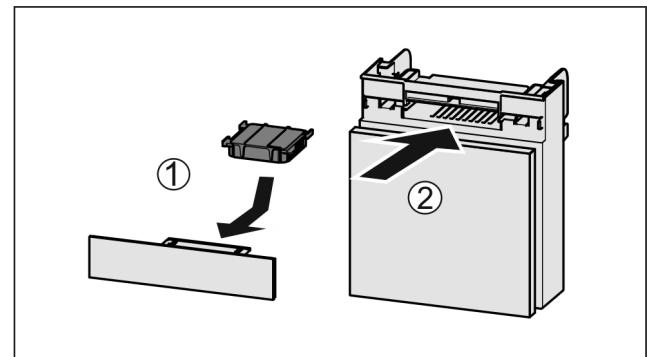

Fig. 95
- Introduceți Fig. 95 (1) filtrul de cărbune activ după cum se vede în figură.
- Împingeți Fig. 95 (2) compartimentul în interior.